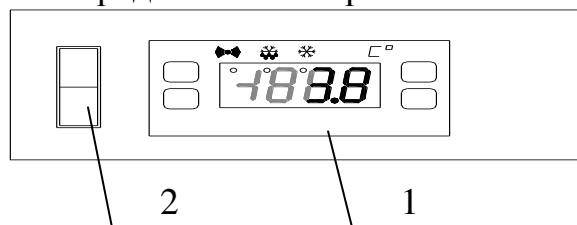

Рис.2. Панель управления
7.4. Панель управления представлена на рис.2.